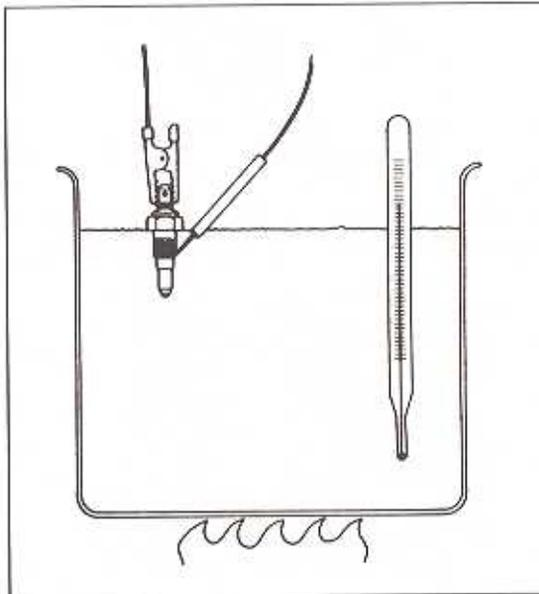

Bild 300
- Den Gebläseschalter in ein Gefäß mit Wasser hängen. Die Kontakte sollen trocken liegen (Bild 300).